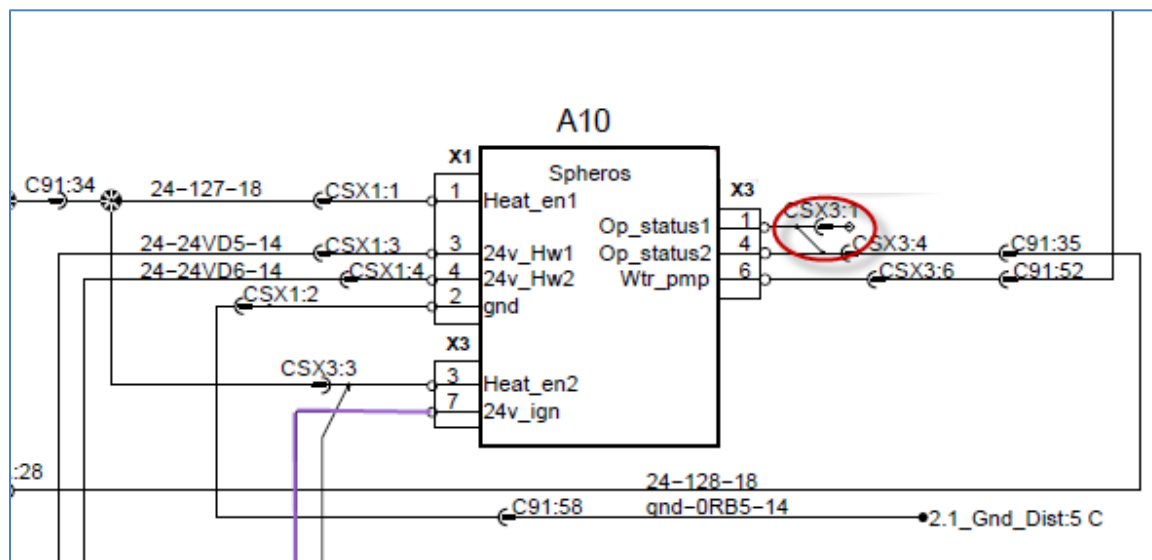

FIGURE 26
11. Sur le câblage du préchauffeur, localiser le connecteur CSX3. Retirer le cavalier situé entre le connecteur CSX3 logement # 1 et le logement # 4 (**FIGURE 26**).